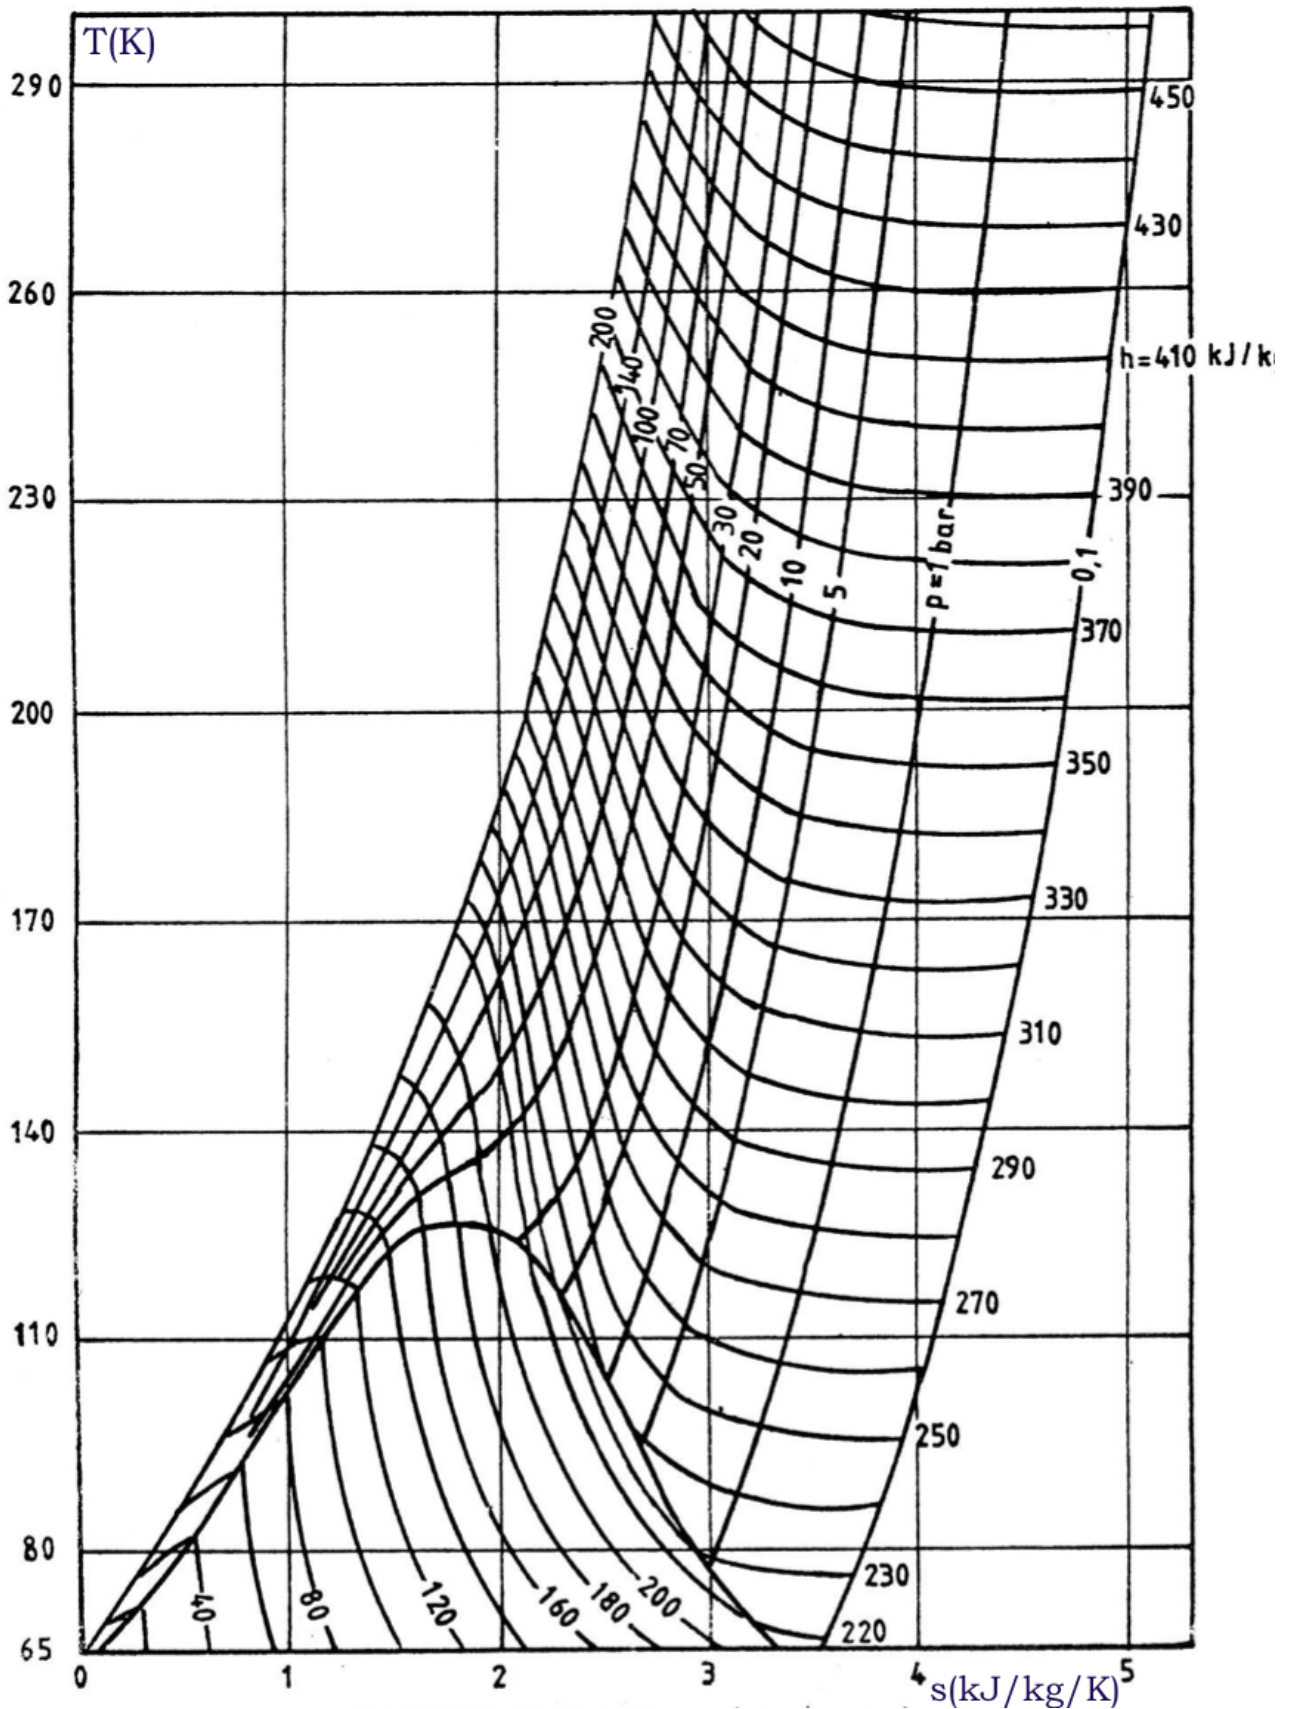

Figure 3 : Diagramme entropique du diazote (**À rendre avec le cahier de composition**).
La figure 3, donnée en fin d'énoncé, fournit le diagramme entropique du diazote (**à rendre avec le cahier de composition**). Sur ce diagramme les pressions sont en  $\text{bar}$  et les enthalpies massiques en  $\text{kJ.kg}^{-1}$ . À chaque utilisation du diagramme, il est demandé de justifier la réponse.
- 2.3.** Placer sur le diagramme isentropique du diazote de la figure 3 les points  $A_1$ ,  $A_2$ ,  $A_3$ ,  $A_4$ ,  $A_5$  et  $A_6$  représentant respectivement les états  $E_1$ ,  $E_2$ ,  $E_3$ ,  $E_4$ ,  $E_5$  et  $E_6$  du diazote. Faire figurer sur le même diagramme les courbes représentant les différentes transformations. On justifiera les réponses.